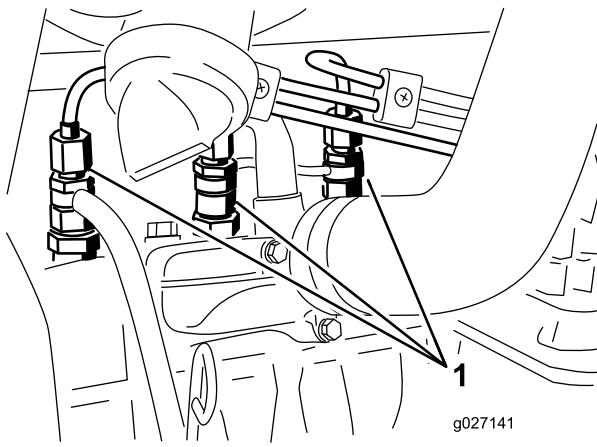

図 56
1. 燃料噴射ポンプの No.1 インジェクタノズル(図 56)へのパイプ接続部をゆるめる。